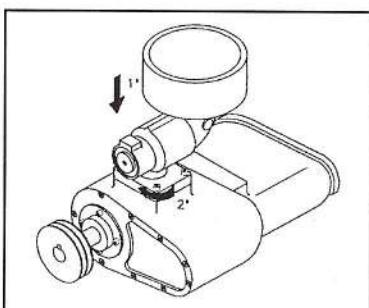

Fig. 9
- 4- Volver a montar el regulador de aspiración, para lo cual, hay que situarlo en su emplazamiento y colocar los cuatro tornillos que lo sujetan (fig. 9).